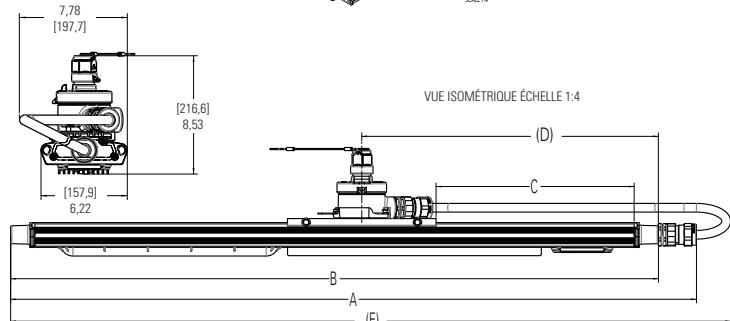

Figure 10
- Poser le support de montage coulissant avec la boîte de jonction sur la bride de montage du luminaire, comme illustré à la figure 10. Ajuster la position du support de montage coulissant selon la distance C indiquée dans le tableau. Remarque : La distance C se rapporte à l'extrémité de la bride de montage du luminaire.
- Installer un (1) corps fileté de goupille de câble à la boîte de jonction et un (1) corps fileté de goupille de câble au plot de l'extrémité du circuit de commande du luminaire. Se reporter aux fiches CAP184288 et ADE 6F pour des directives sur l'installation du raccord et sur la préparation du câble.
- Placer le câble de manière similaire à celle illustrée à la figure 10.